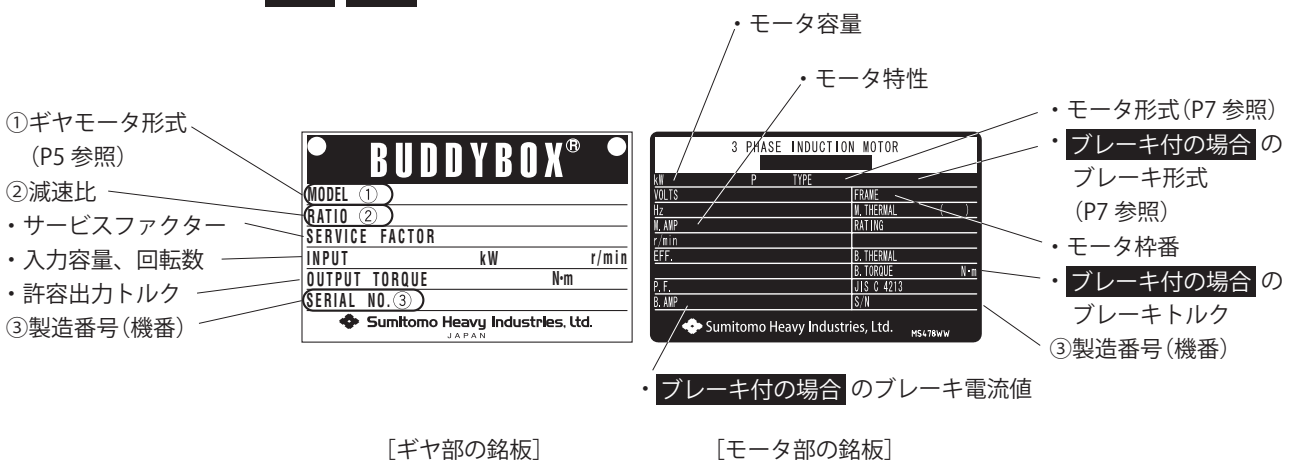

図 1-1 ギヤモータの銘板
(3)トルクリミッタ付の場合  (モータ部の銘板は、図 1-1 と同一です。)